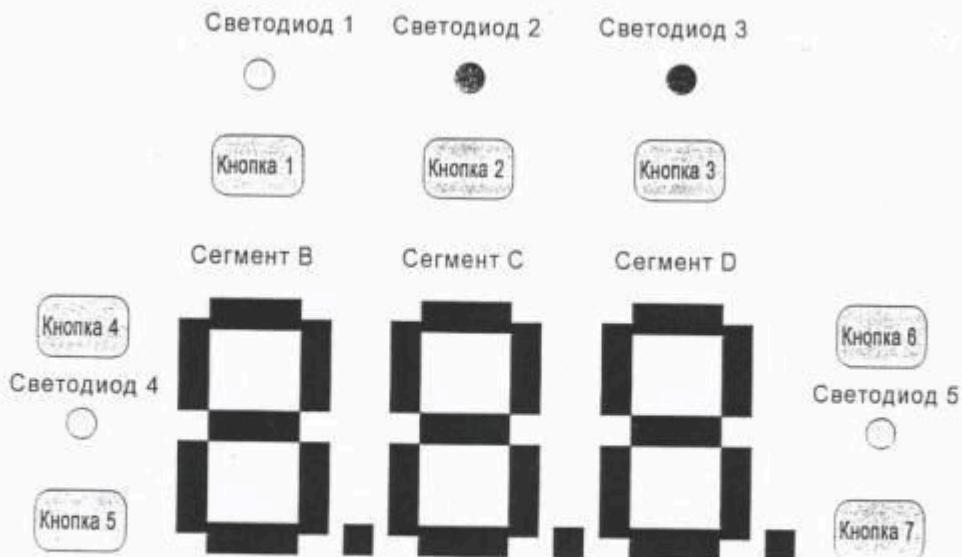

Рис. 26. Пульт управления котла с информационным дисплеем. Типовой интерфейс человек-машина (ИЧМ).
6.3.5 Установить режим работы в положении «ЗИМА» нажатием кнопки 1 рис. 26 (если горит светодиод «ЛЕТО»).
6.3.6 Нажатием кнопок 4 (+) или 5 (-) рис. 26 выбираем необходимую температуру отопительной воды. На дисплее индицируется заданная температура теплоносителя. Пределы установок температуры от 30 до 80 °C.
6.3.8 При наличии бойлера (ГВС) установить необходимую температуру «ГВС» кнопками 6 (+) и 7 (-) рис. 26. на дисплее индицируется индикатор «ГВС» и заданная температура «ГВС»*. Пределы установок температуры от 35 до 65 °C.